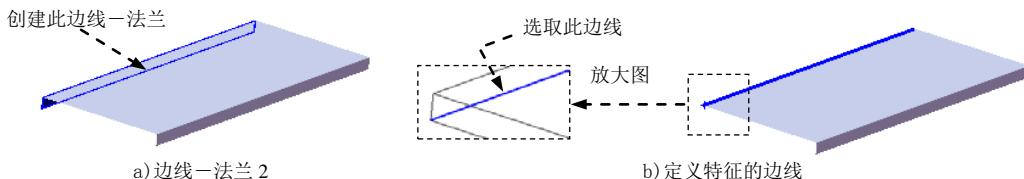

图 17.7.52 创建边线—法兰 2
(3) 定义法兰参数。
① 定义法兰角度值。在 **角度(G)** 区域的 文本框中输入角度值 90.0。
② 定义长度类型和长度值。在“边线法兰”对话框 **法兰长度(L)** 区域的下拉列表中选择 **给定深度** 选项，输入深度值 15.0。在此区域中单击“内部虚拟交点”按钮 。
③ 定义法兰位置。在 **法兰位置(N)** 区域中，单击“材料在内”按钮 .
(4) 单击 \checkmark 按钮，完成边线—法兰 1 的创建。
Step3. 创建图 17.7.52 所示的边线—法兰 2，详细操作过程参见 Step2。